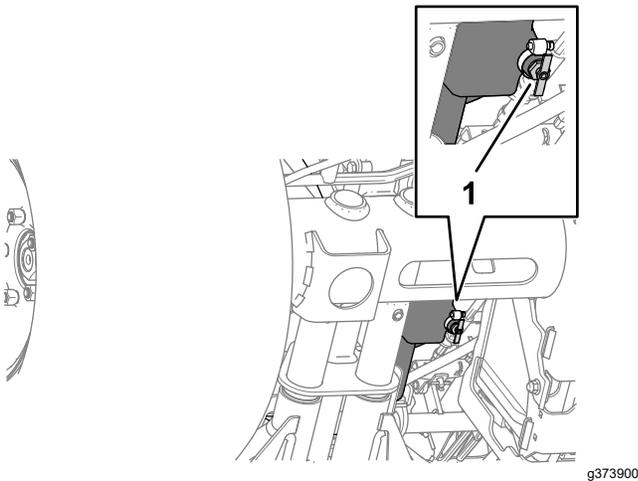

Figura 81
2. Coloque un recipiente de vaciado debajo de la válvula de vaciado del depósito de combustible (Figura 81).